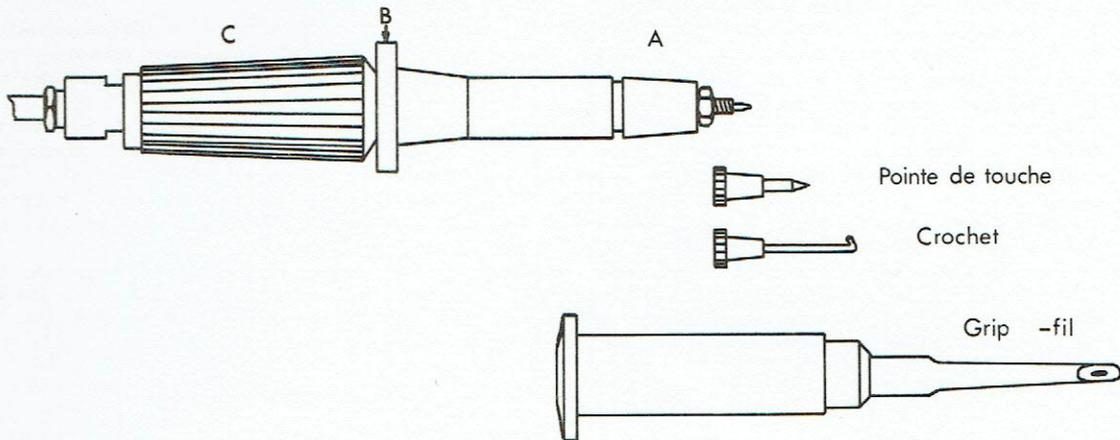

Fig 2
- Dévisser C qui fait office de contre écrou (Figure 2).